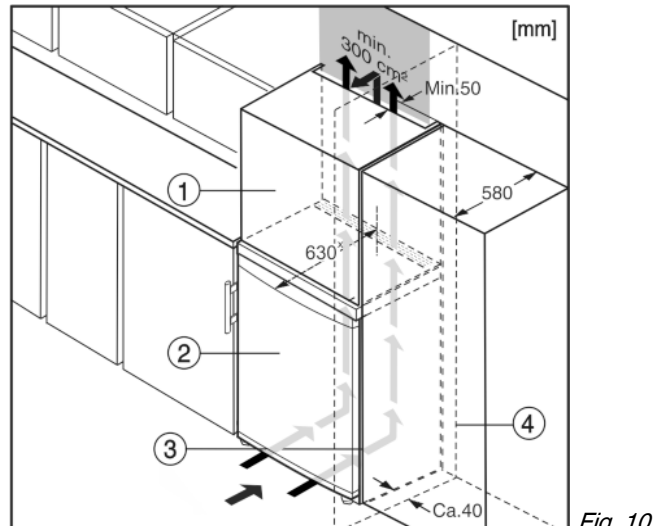

Fig. 10
Okoli naprave lahko vgradite kuhinjske omare. Za poravnavo naprave Fig. 10 (2) s kuhinjskimi elementi lahko nad napravo postavite ustrezno nadgradno omarico Fig. 10 (1).
Pri vgradnji aparata v standardne kuhinjske omare (globina največ 580 mm) lahko aparat postavite tik ob kuhinjsko omarico Fig. 10 (3). Aparat je ob strani postavljen 34 mm * in na sredini 50 mm * od čelne stranice kuhinjske omare.*
Če aparat s tečaji postavite poleg stene Fig. 10 (4), mora razdalja med aparatom in steno znašati najmanj 40 mm. To ustreza velikosti ročaja pri odprtih vratih.*